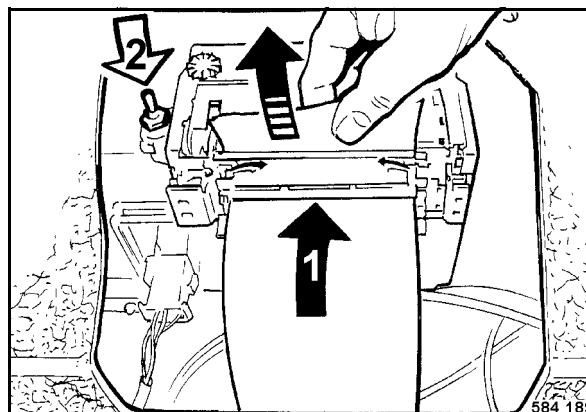

fig. 86
- Installer un rouleau de papier neuf (fig. 86).
- Introduire le papier dans la prise (1) de l'imprimante.
- Actionner la touche à bascule (2) dans le sens de la flèche jusqu'à ce que le papier apparaisse à la sortie de l'imprimante.